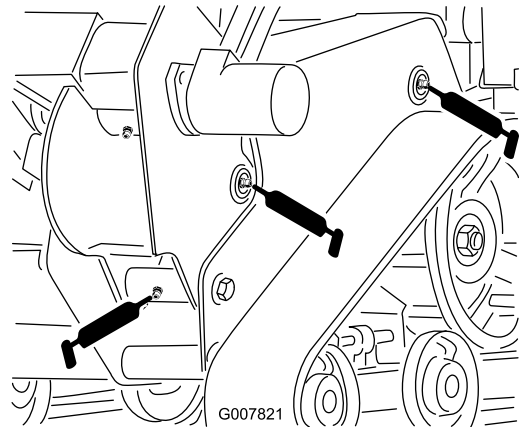

Bild 23
4. Setzen Sie die Fettpresse nacheinander an allen Nippeln an (Bild 23 und Bild 26).